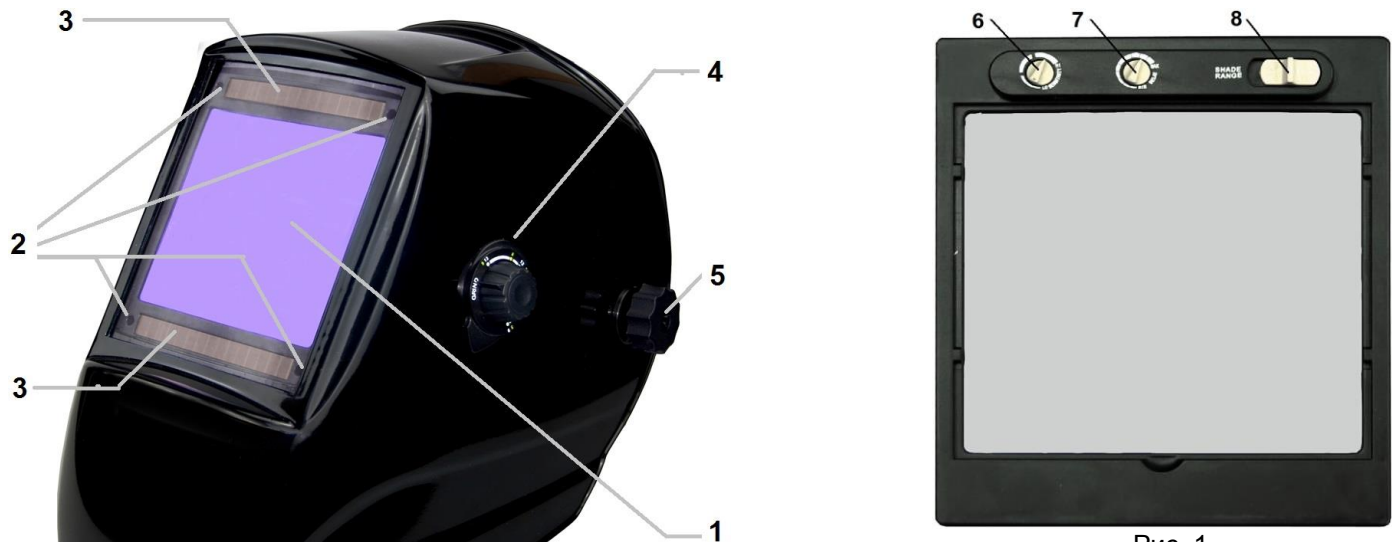

Рис. 1
4.3 Выбор уровня затемнения. Иницируя дугу, светофильтр темнеет мгновенно. В соответствии с техническими требованиями, пользователь может установить уровень затемнения вращением регулятора 4 рис. 1,
4.5 Установка уровня чувствительности (только для моделей PRIMA, ALPHA, BETA). Вращая рукоятку выбора уровня чувствительности 6 (рис. 1) на внутренней стороне светофильтра, можно изменить чувствительность к изменениям внешнего освещения. Переключение на MIN: фоточувствительность датчиков уменьшается. Эта установка идеально подходит для сварки на больших токах и в условиях яркого освещения (искусственного или солнечного света). Переключение на MAX: подходит для сварки на малых токах и/или при условии скудного освещения. Подходит для аргонно-дуговой сварки. Если маска используется в нормальных условиях, установите чувствительность примерно посередине.
4.6. Для маски PRIMA доступна функция выбора диапазона регулирования уровня затемнения. Для выбора диапазона DIN 5-9 переведите переключатель 8 рис.1 влево, для выбора диапазона DIN 9-13 – переведите переключатель вправо. Регулировку уровня затемнения производите регулятором 4, на котором нанесено 2 шкалы. Диапазон DIN 5-9 (более светлый светофильтр) используйте для сварки на малых токах, особенно при аргонно-дуговой сварке.